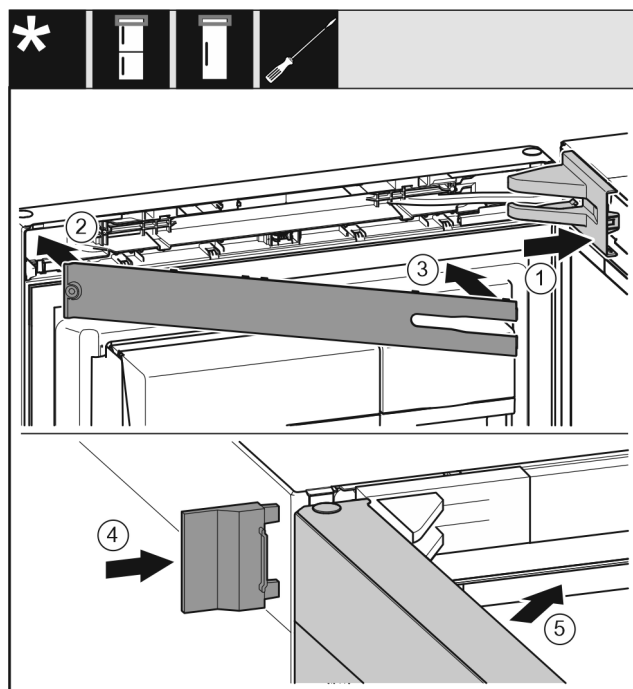

Fig. 31
- ▶ Nasadte a zaklapněte kryt stojanu ložiska Fig. 31 (1), příp. opatrně přitlačte od sebe.
- ▶ Nasadte zásepku Fig. 31 (2).
- ▶ Zásepku Fig. 31 (3) sklopte a zaklapněte.
- ▶ Vnější kryt Fig. 31 (4) nasuňte.
- ▶ Zavřete horní dveře Fig. 31 (5).